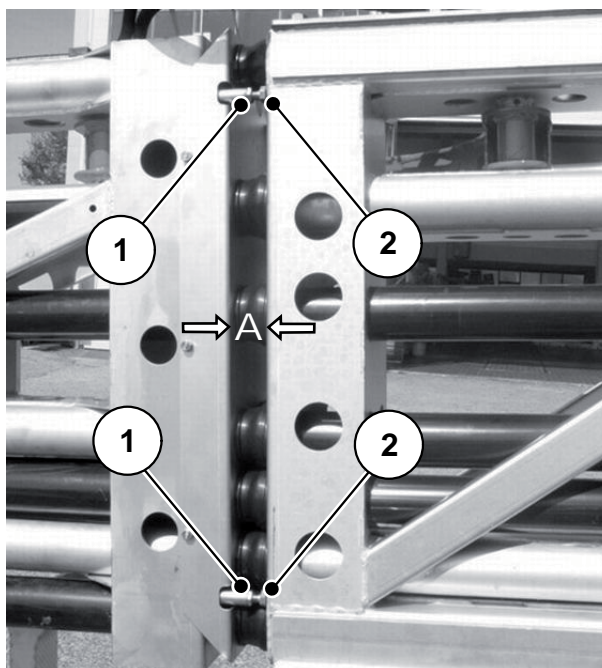

Bild 10.3: Ställ in de utfällda armsegmenten vertikalt
- Avstånd A (se bild 10.3 position A) är ca **47 mm**.